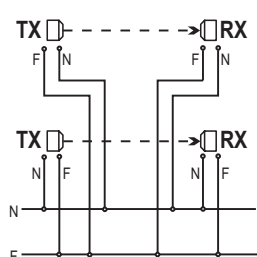

Fig. 1b
Permette di far funzionare le coppie di fotocellule su fasi diverse, perciò bisogna porre attenzione al collegamento dell'alimentazione; le fasi devono risultare uguali nella prima coppia ma invertite rispetto la seconda (Fig.1b).
ermöglicht den Betrieb der Fotozellenpaare auf verschiedenen Phasen, daher muss der Anschluss der Versorgung besonders aufmerksam ausgeführt werden; die Phasen müssen im ersten Paar gleich sein, aber umgekehrt im Vergleich zum zweiten (Abb. 1b).
**SYNCHRONISM** makes couples of photocells function on different phases. Therefore, it is important to pay attention to the wiring of supply. The phases must be the same in the first couple, but inverted compared to the second one. (Fig.1b).
Permite hacer funcionar los pares de fotocélulas en fases diferentes, por lo que hay que tener cuidado con la conexión de la alimentación; las fases deben ser iguales en el primer par, pero estar invertidas respecto del segundo (Fig.1b).
**SYNCHRONISME** permet de faire fonctionner les couples de photocellules sur de différentes phases. Par conséquent, il faut faire attention au branchement de l'alimentation: les phases doivent être les mêmes dans la première couple, mais inversées relativement à la seconde (Fig.1b).